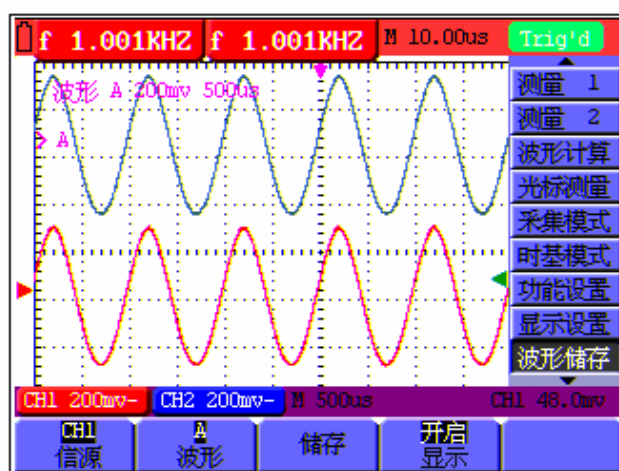

图 49：波形储存
6. 按 **F4** 键，选择地址A为开启，储存在地址A中的波形就显示在屏幕中，波形显示的颜色是绿色，同时以紫色信息显示波形的零点位置、电压档位和水平时基。见图 49：